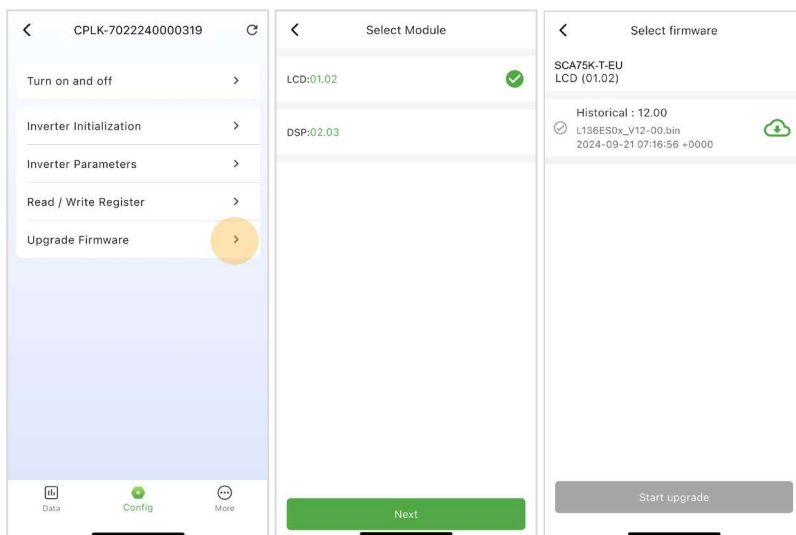

Fig. 6-30 Actualización de software
**AVISO:** La compensación de potencia reactiva cambiará según la variación de la tensión de red; consulte la Fig. 6-30.